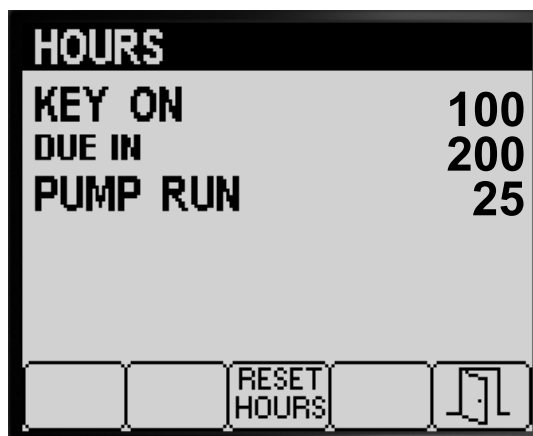

図 81
3. 画面に表示されるカウンタの数値 図 81 から、以下のことが分かる
4. すべての時間情報をリセットするには、ボタン 3 を押す 図 81。
5. ボタン5を押すと HOURS 画面を終了し、整備画面に戻る 図 81。